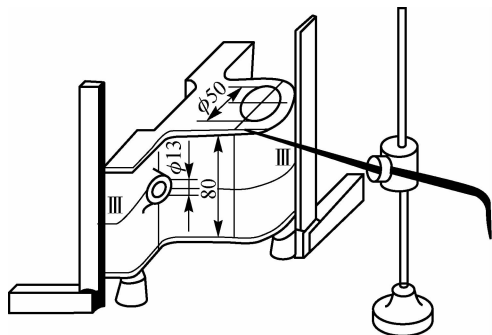

图 1-25 划螺钉孔中心线、另一方向的中心线及大端面加工线
③再翻 90°,用钢直尺两个方向找正划螺钉孔中心线、另一方向的中心线及大端面加工线,如图 1-25 所示。